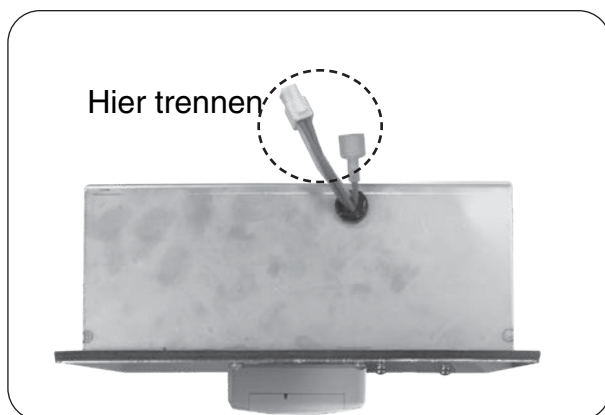

Abb. 38-2 Kabelbaum und Erdungskabel (und das Netzkabel) trennen
3. Nehmen Sie das Netzkabel ab. Nehmen Sie danach den Kabelbaum und das Erdungskabel ab (siehe Abb. 38-2). Demontieren Sie den Kasten ganz, um den Austausch der Sicherung zu vereinfachen.